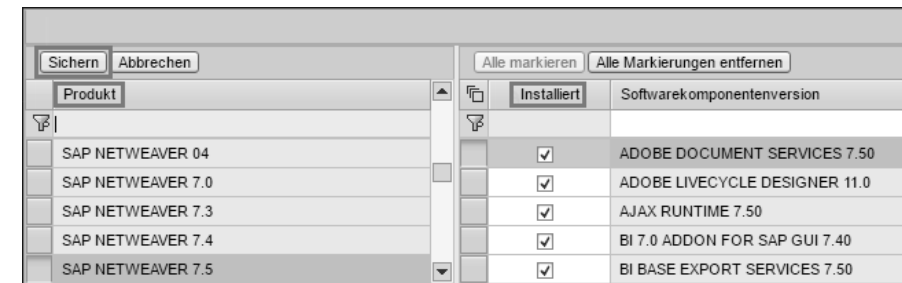

Abbildung 4.19 Installation eines Produkts auf dem technischen System
5. Im letzten Schritt wählen Sie die zugehörigen Produkte bzw. Softwarekomponenten aus und installieren diese auf dem angelegten technischen System. Wählen Sie hierfür auf der linken Seite die im System installierten Produkte aus, indem Sie **Installiert** auswählen (siehe Abbildung 4.19). Danach werden alle Softwarekomponenten zu dem ausgewählten Produkt erscheinen. Schließlich wählen Sie die installierten Softwarekomponenten aus, indem Sie das Symbol **Installiert** auswählen.